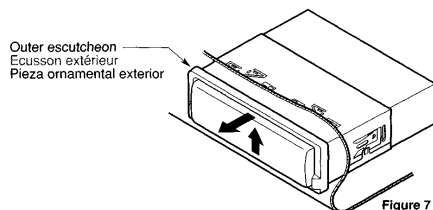

Figure 7 / Figure 7 / Figura 7
Press the outer escutcheon upward and remove it (Figure 7)
- 2 Presser l'écusson extérieur vers le haut et le retirer (Figure 7)